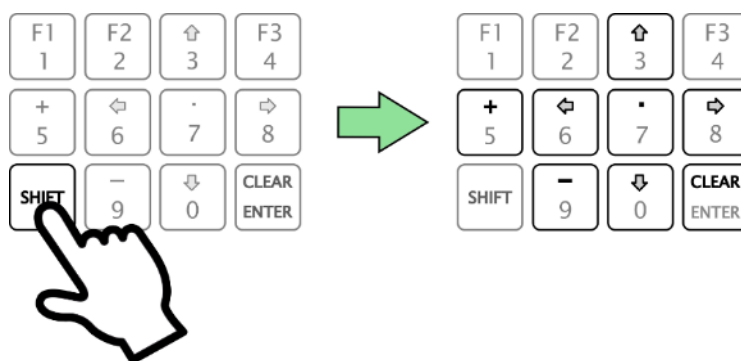

Рисунок 35 – Активация дополнительной клавиатуры
– однократное нажатие «SHIFT» активирует функции дополнительной клавиатуры (см. рисунок 35);